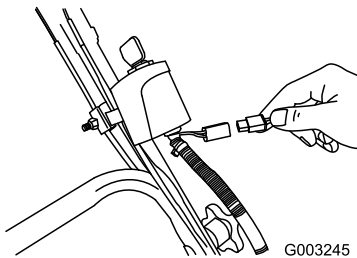

Bild 38
1. Schließen Sie das Ladegerät an den Kabelbaum des Rasenmähers an, der sich unter dem Zündschloss befindet (Bild 38).